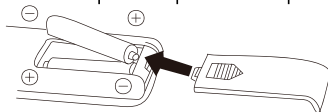

Figure 2
- c) Retirez le fusible soigneusement. Insérez la pointe de l'outil dans la fente du fusible (près de la borne), puis sortez le fusible progressivement et lentement, sans trop forcer. S'il est coincé, essayez plusieurs fois et sortez le fusible petit à petit. Dès une partie du fusible soulevée, retirez le fusible. (Fig. 2)